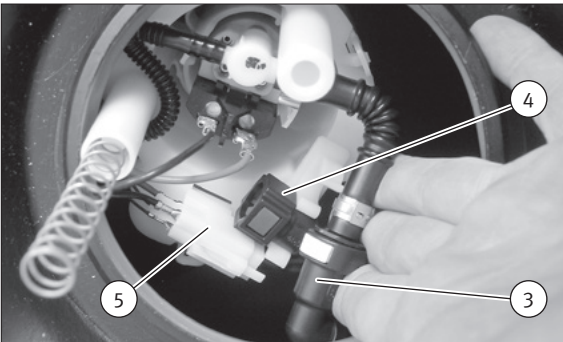
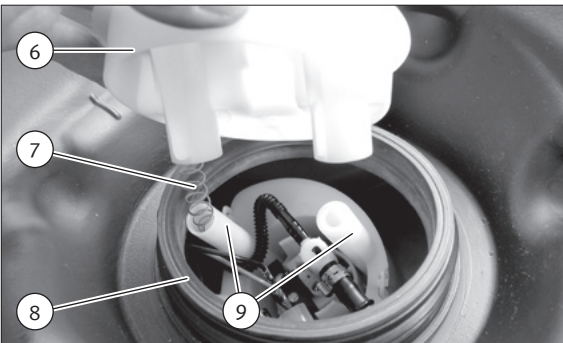
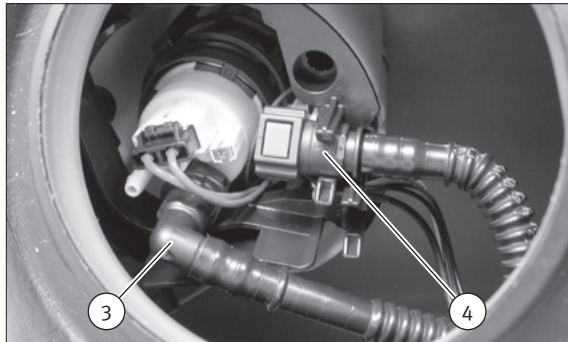
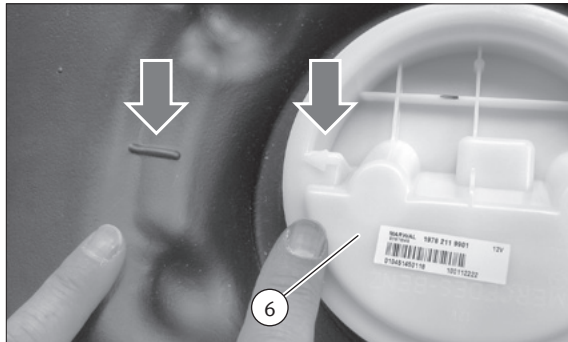

Abb. 5/Fig. 5/Puc. 5/图5
Abb. 7/Fig. 7/Puc. 7/图7
Abb. 2/Fig. 2/Puc. 2/图2
Abb. 4/Fig. 4/Puc. 4/图4
- 将密封环 (8) 装入开口 (图 7)。
- 将法兰盖 (6) 与弹簧 (7) 一起置于两个导向件 (9) 上。
- 根据制造商的规定打开燃油供给模块的法兰盖。妥善保管密封环 (8) (图 7)。
- 松开压力管路的快速连接器 (3)。
- 从支架上松开回流管 (4)。
- 根据规格，将 1 或 2 条回流管 (4) 固定在燃油供给模块上 (图 5 和 6)。
- 解锁并拔下电气接头的插头 (5)。
- 将新燃油供给模块放入油箱，使法兰盖 (6) 上的箭头指向油箱上的标记 (图 4)。
- 插接电气接头的插头 (5)。
- 根据规格，将 1 或 2 条回流管 (4) 固定在燃油供给模块的支架上 (图 5 和 6)。
- 固定好压力管路 90°快速连接器 (4)。
- 必须卡紧锁定装置 (图 2 和 5)。
- 根据制造商的规定固定法兰盖。此时要注意标记 (图 4)。
- 将回流管 (4) 固定在燃油供给模块的支架上 (图 2 和 5)。
- 固定压力管路的 90°快速连接器。必须卡紧锁定装置 (图 2 和 5)。